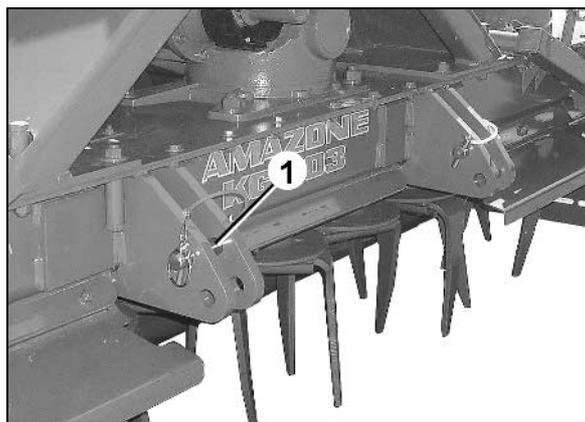
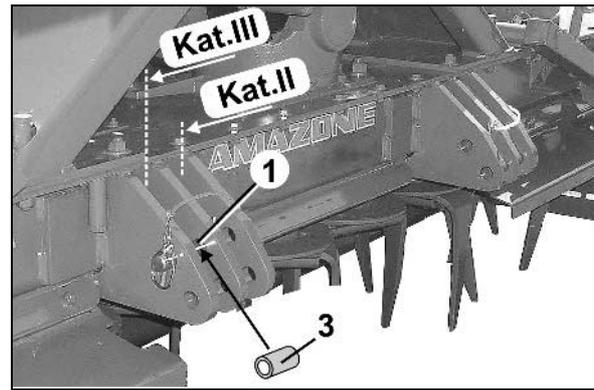

Fig. 34
Fig. 35
Ils sont fournis avec axes d'attelage supérieurs et inférieurs (Fig. 34/1) cat. II, compatibles avec les rotules des bras d'attelage inférieurs et supérieurs du tracteur.
- Ils sont équipés de plateaux de bras inférieurs en trois éléments (Fig. 35). Le branchement des bras inférieurs du tracteur cat. III est donc possible en permutant l'axe de bras inférieurs (Fig. 35/1) et en insérant les douilles de jonction (Fig. 35/3).
Un arbre à cardan très court risque d'être tellement coudé lors du relevage de l'outil de préparation du sol qu'il n'est plus possible de tourner en tournière lorsque l'arbre à cardan tourne. Pour optimiser la distance, les plateaux de bras inférieurs (Fig. 34 ou Fig. 35) sont dotés de 2 trous.